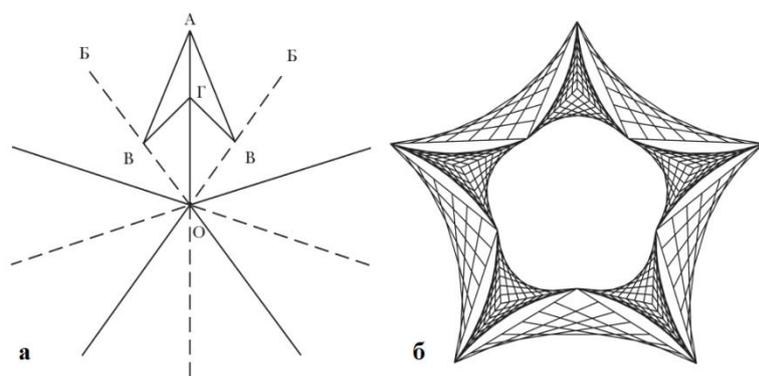

Рис. 2.36. Пятиконечная звезда: а - схема построения; б - схема прошивания
8. Заполните углы АВА, ВГВ, ВГА по правилам прошивания углов. По желанию прошейте середину звезды (рис. 2.36).